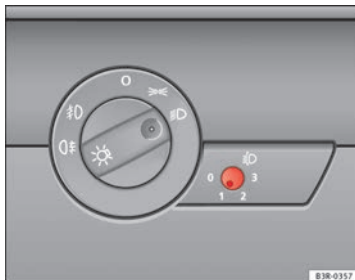

Abb. 86 Leuchtweitenregulierung
- Tippen Sie den Knopf  => Abb. 86 an, um ihn aus seiner Einstellposition auszurasten.